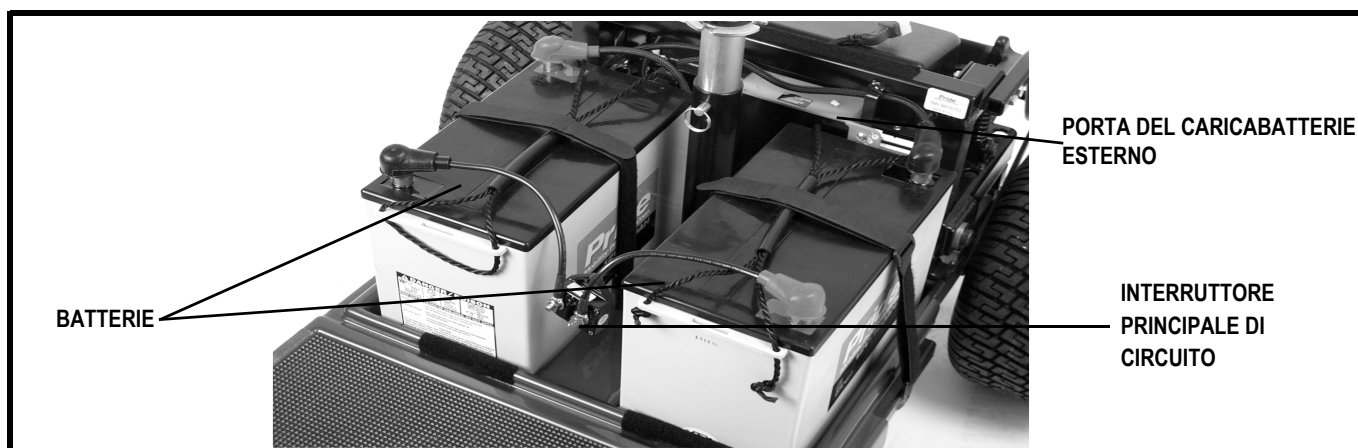

Figura 6. Retrotreno
- L'interruttore principale di circuito è collocato tra le due batterie. **Si veda figura 6.**